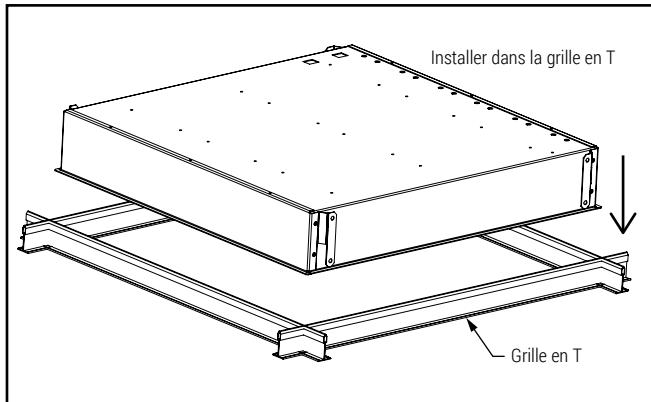

Figure 3.
6. Installez le luminaire dans la grille en T. (figure 3).